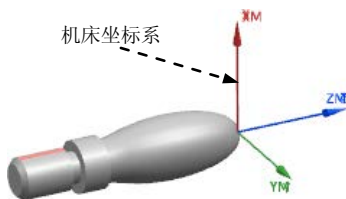

图 4.3 创建机床坐标系
Step2. 单击“CSYS”对话框  操控器 区域中的“操控器”按钮，系统弹出“点”对话框；在“点”对话框的 X 文本框中输入 90，按 Enter 键。单击“点”对话框中的  确定 按钮，此时系统返回到“CSYS”对话框；单击“CSYS”对话框的  确定 按钮，此时系统返回至“Turn Orient”对话框，完成图 4.3 所示的机床坐标系的创建。